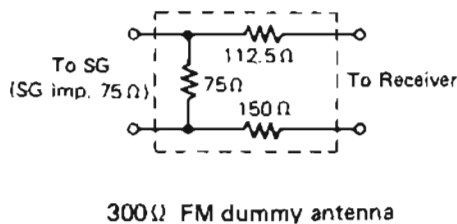

Fig. 9 (Abb. 9)
7. FM 300Ω dummy antenna (Fig. 9).
7. UKW 300-Ohm Kunstantenne (Abb. 9)